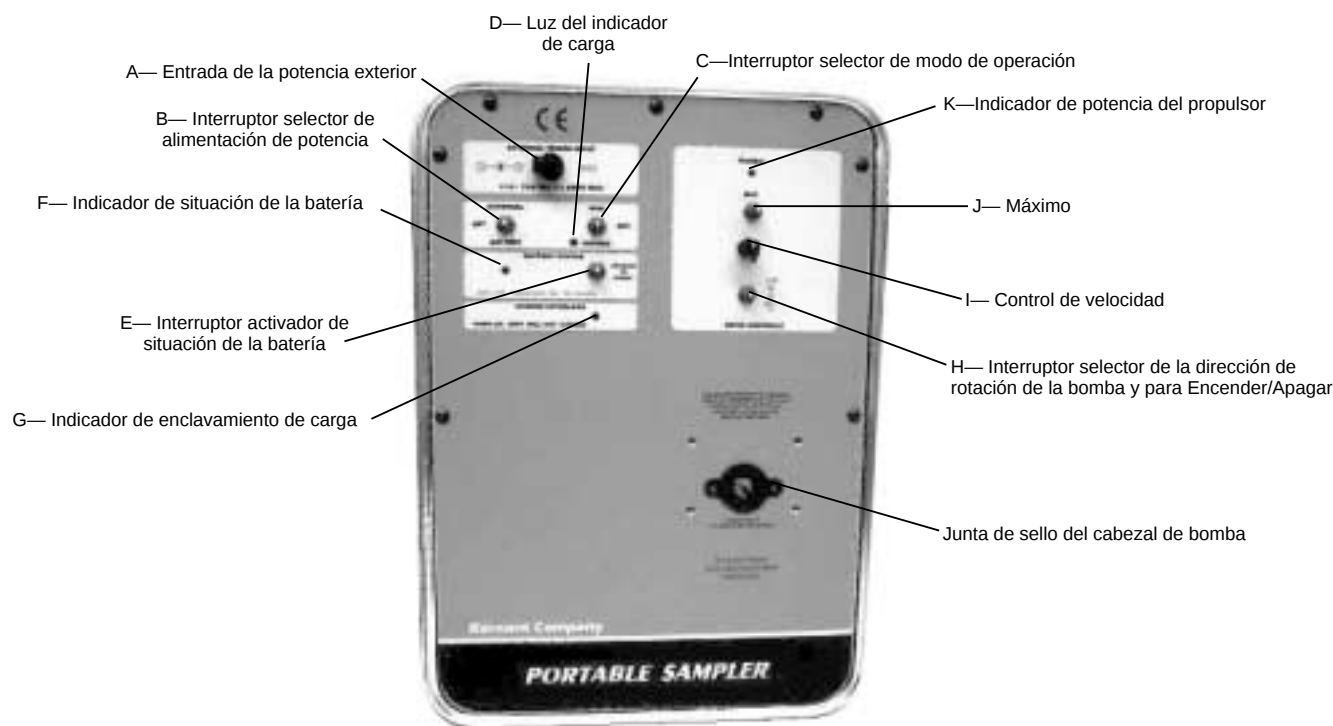

FIGURA 1 TABLERO DE CONTROL
- A. Conecte el convertidor de corriente CA/CC provisto al propulsor levantando la tapa del receptáculo de **ENTRADA DE POTENCIA EXTERIOR (A)** e introduciendo la clavija coaxial de corriente de 2,5 mm en el receptáculo. (Vea la Figura 1).
- A. Ponga el interruptor selector de alimentación de potencia (B), (EXTERNAL/BATTERY) en la posición "BATTERY".
- B. Ponga el interruptor selector del modo de operación (C), (RUN/CHARGE) en la posición "RUN".
- C. Haga una selección en el Interruptor selector de dirección de rotación On/Off (H), DER o IZQ. (Vea la Figura 1). (Para cambiar la dirección, primero desconecte la potencia poniendo este interruptor en la posición central [OFF]).
- D. Ajuste el caudal de la bomba con el Control de velocidad (I) de una vuelta, girando la perilla a la derecha para aumentar el caudal, o a la izquierda para reducirlo.
- E. Para "Cebear el tubo", mueva el Interruptor "MAX" (J), hacia arriba o hacia abajo, para que la bomba funcione a la máxima velocidad.
- B. Ponga el interruptor selector de modo de operación (C), (RUN/CHARGE) en la posición "RUN".
- C. Haga una selección en el Interruptor selector de dirección de rotación On/Off (H), DER o IZQ. (Vea la Figura 1.) (Para cambiar la dirección, primero desconecte la potencia poniendo este interruptor en la posición central [OFF]).
- A. Ponga el interruptor selector de alimentación de potencia (B), (EXTERNAL/BATTERY) en la posición "EXTERNAL".
- A. Conecte el convertidor de corriente CA/CC provisto al propulsor levantando la tapa del receptáculo **ENTRADA DE POTENCIA EXTERIOR (A)** e introduciendo la clavija coaxial de corriente de 2,5 mm en el receptáculo. (Vea la Figura 1).
- D. Haga una selección en el Interruptor selector de dirección de rotación On/Off **(H)**, DER o IZQ. (Vea la Figura 1.) (Para cambiar la dirección, primero desconecte la potencia poniendo este interruptor en la posición central [OFF]).
- F. Para **“Cabar el tubo”**, mueva el Interruptor **“MAX” (J)**, hacia arriba o hacia abajo y sujételo en esa posición, para que la bomba funcione a la máxima velocidad.